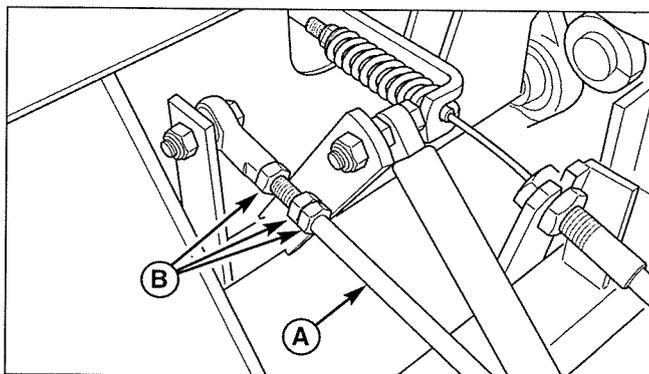

Figure 43. Réglage du point mort (côté droit illustré)
2. Il y a trois écrous (B, figure 43) sur la tige de tringlerie. Les deux premiers servent à tourner la tige et le troisième (vers l'avant de la machine) sert à bloquer la tige en place. Desserrer le contre-écrou qui se bloque contre le joint sphérique (B, figure 43) et tourner la tige de tringlerie (A) pour régler. Si la machine rampe en marche avant, tourner la tige **DANS LE SENS DES AIGUILLES D'UNE MONTRE** (tout en se tenant à l'arrière de la machine, face vers l'avant), si la machine rampe en marche arrière, tourner la tige **DANS LE SENS CONTRAIRE DES AIGUILLES D'UNE MONTRE**.
3. Bloquer le contre-écrou (B) contre le joint sphérique lorsque le point neutre est atteint.